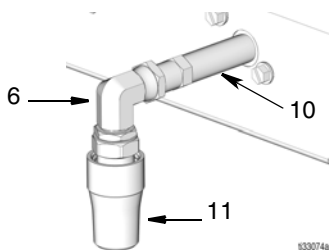

图 15
8. 将旋转弯头 (6) 和大流量喷嘴 (11) 按照图 15 所示的方向连接到喷嘴适配器 (10)。牢牢拧紧。